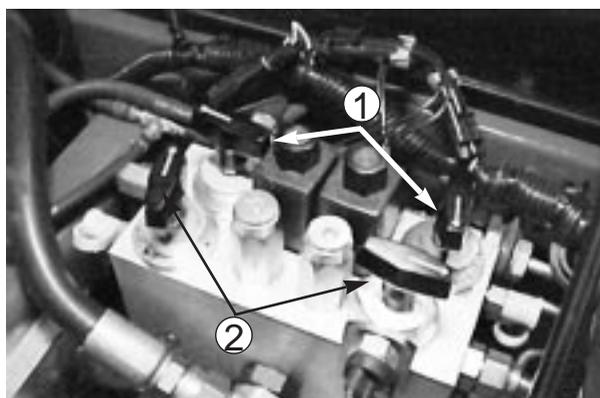

図 16
4. リール速度セレクトノブ(図16)を、上で探した番号に合わせます。